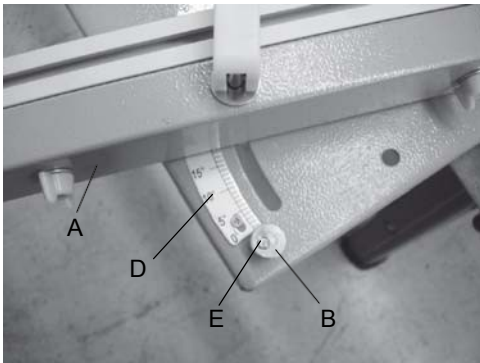

Fig. 27: 90° hoekverstelling
Afbeelding 27: Instellen van de 90°-hoek: Plaats de geleidebuis (A) tegen de excentriek (B) en zet hem vast met de klemhendel (C). Plaats de hoek van 90° op het zaagblad en lijn de aanslagrail uit. Draai indien nodig de schroef Excenter (E) en stel bij. Zet de 45° schaal (D) op 0. Voer een testsnede uit en stel bij indien nodig.